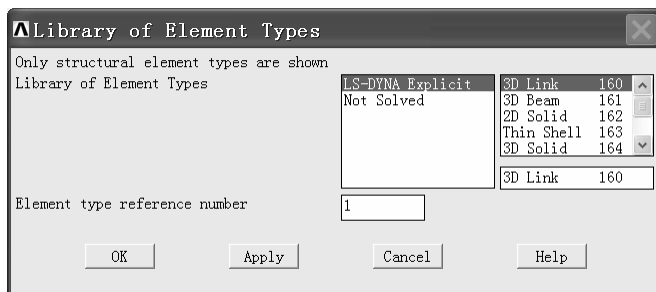

图 10-8 “Library of Element Types” 窗口
(2) 单击“Element Types”窗口中的“Add...”按钮，弹出“Library of Element Types”窗口（见图 10-8）。